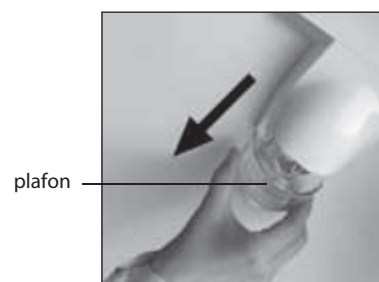

Figura 11
- în conformitate cu Figura 11 scoateți plafonul în direcția indicată de săgeată (șurubul nu este prevăzut);